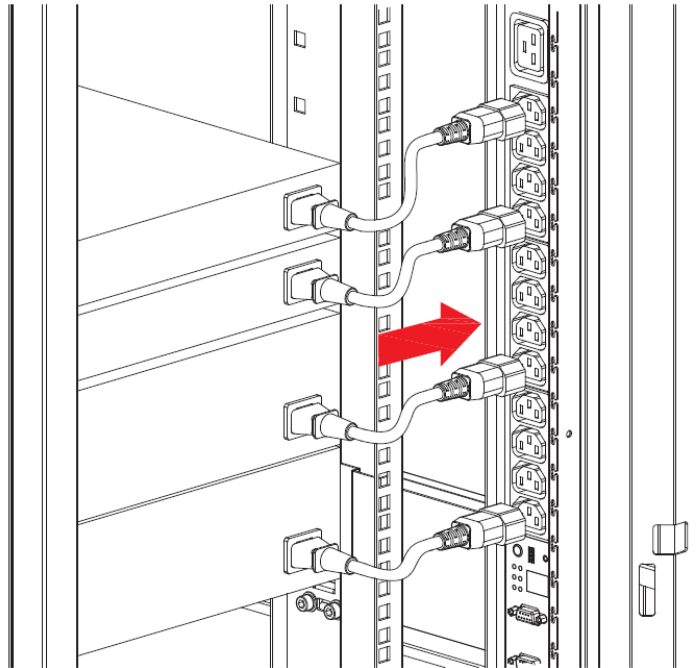

Рисунок 5
2. Вставить вилки кабелей в разъемы БРП. См. **Рисунок 5**.